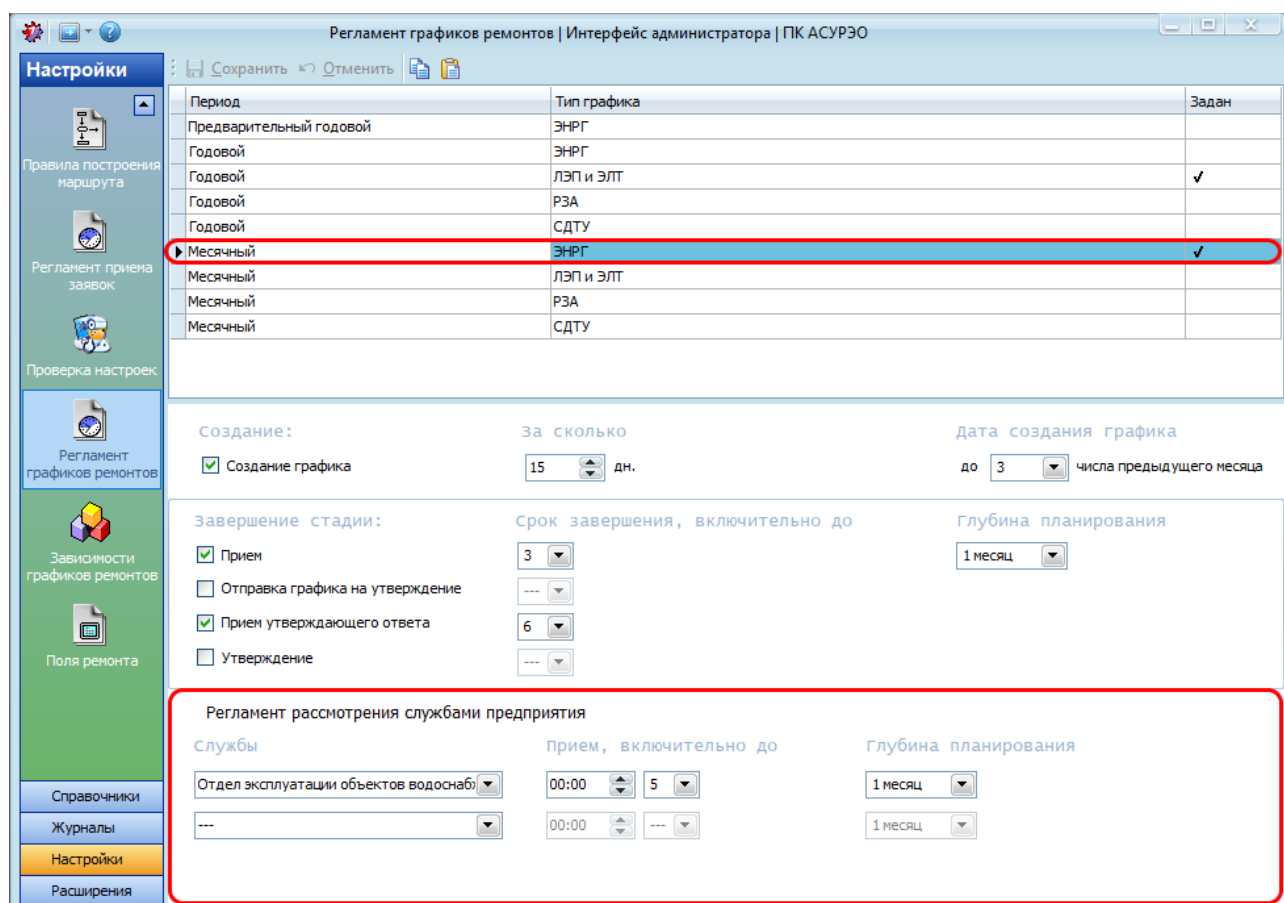

Рисунок 7.15 – Настройка регламента рассмотрения службами предприятия для месячного графика ремонтов
- для месячного графика ремонтов необходимо в раскрываемом списке «Глубина планирования» выбрать одно из значений: «1 месяц» или «2 месяца». Поле активно, если в раскрываемом списке «Служба» выбрано значение (Рисунок 7.15).